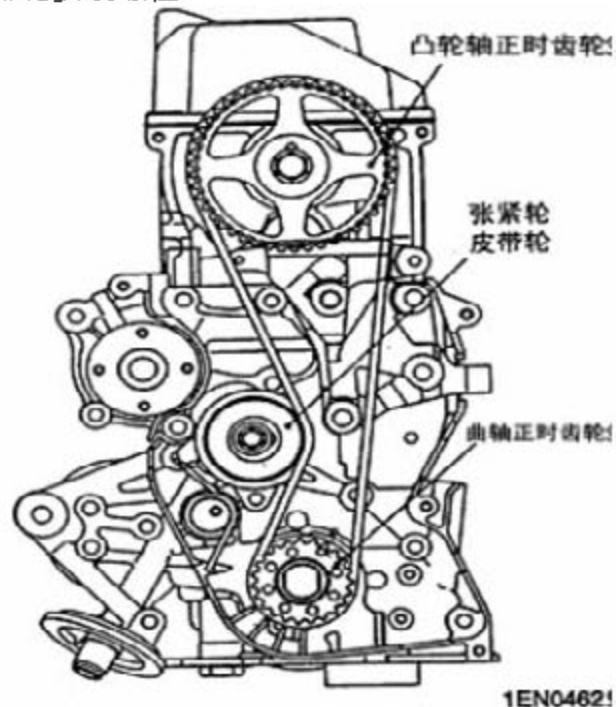

图 3-14
- C).使正时皮带的涨紧侧保持涨紧，并将正时皮带依次装入曲轴正时轮、凸轮轴正时轮和涨紧器皮带轮（见图 3-14）。
- D).如图 3-14，拧松涨紧轮安装螺栓 $1/4 \sim 1/2$ 圈，使涨紧器弹簧的张力作用到正时皮带上。